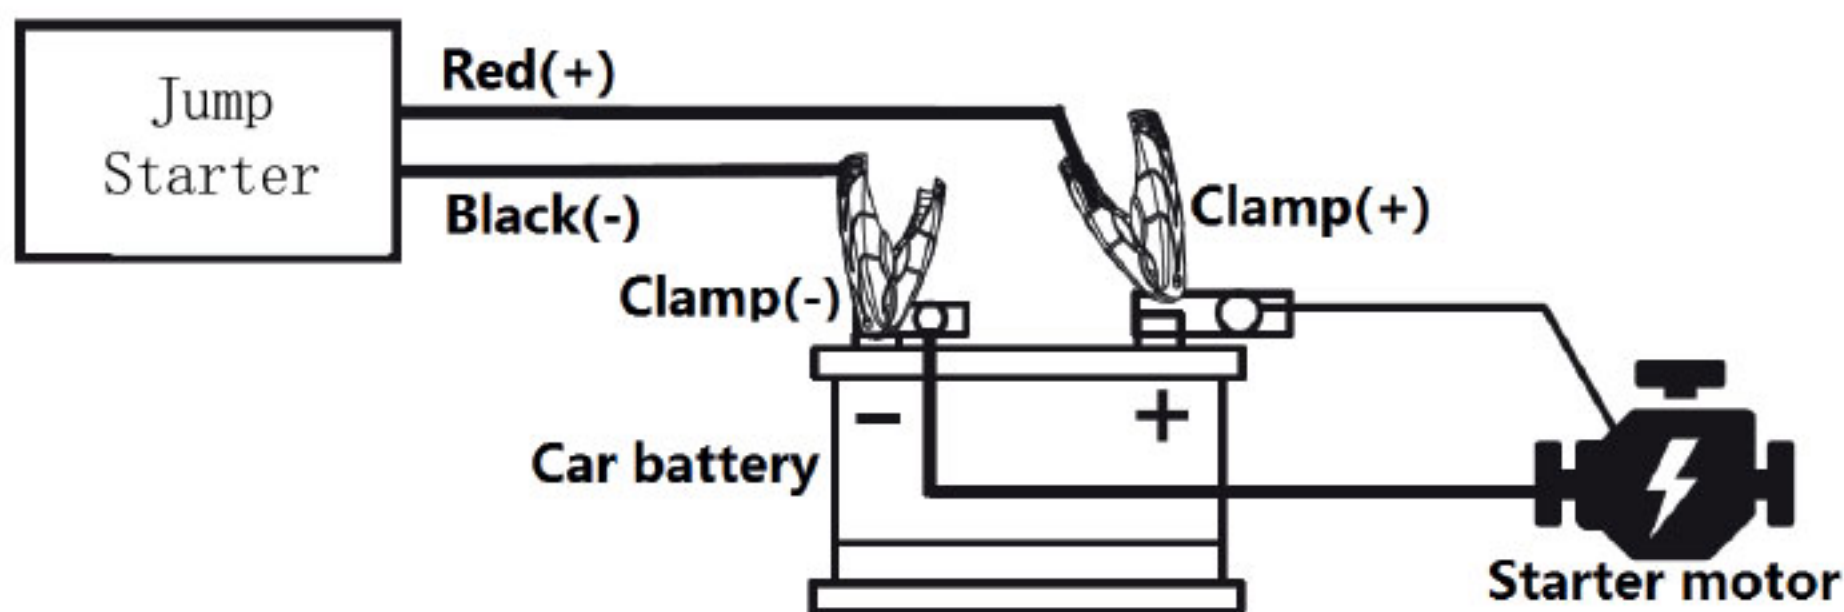

Рис. 2: Восстановление соединения клемм с аккумулятором автомобиля.
**Е. Отключение:** После успешного запуска, ничего не отсоединяя (в противном случае может произойти повреждение электросети автомобиля), установите обратно снятую клемму на аккумулятор автомобиля (см. рис. 2), затем нажмите кнопку **Вкл./Выкл. (ON/OFF)** для выключения устройства и только потом отсоединяйте пусковые клеммы устройства от аккумулятора (Если запустить двигатель не удалось - заново повторите шаги В-Д. Если повторили более трех раз подряд - подождите около 10 минут перед повторными попытками. Также не исключено, что причина в неисправности автомобиля).